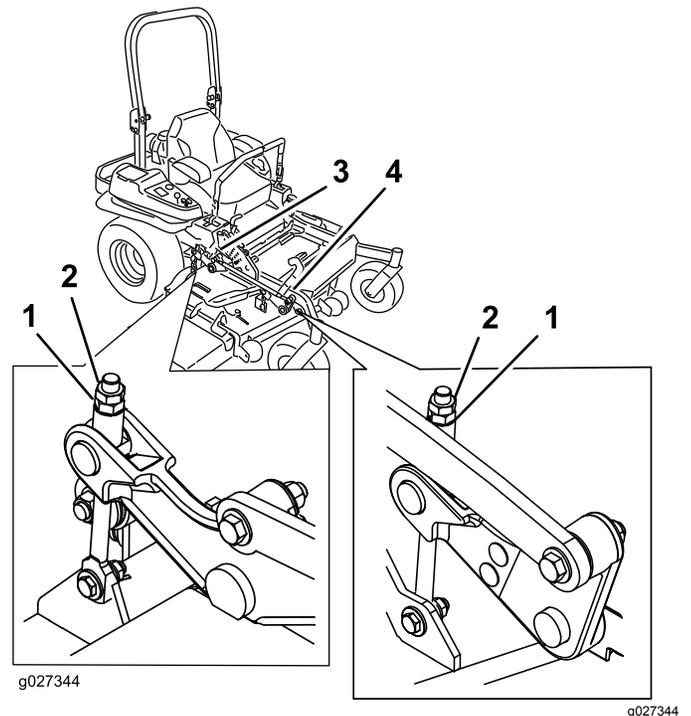

Figure 101
10. Ajustez précisément le serrage de l'écrou de réglage sur l'ensemble de levage du tablier avant (Figure 101).
16. Ajustez précisément la vis de réglage en la tournant jusqu'à obtention d'une hauteur de 8,3 mm (3,25 po) (Figure 101).